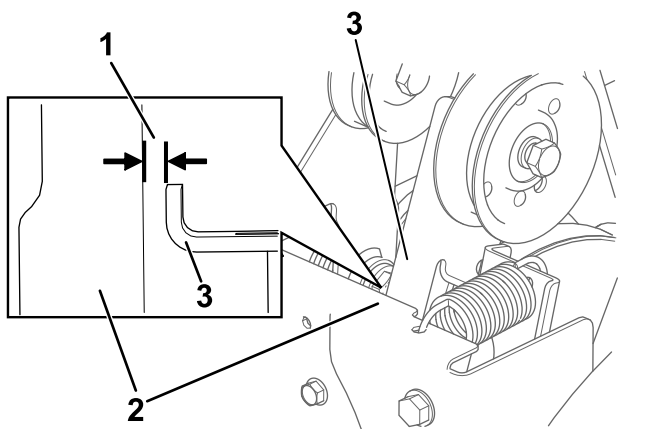

Figura 35
3. Con la leva della coclea/ventola disinnestata, assicuratevi che la distanza tra il braccio della frizione della coclea e il telaio della macchina sia pari a 1,5 mm, come illustrato nella Figura 35.